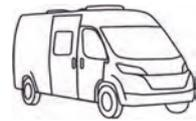

Bild 71 Gaskocher
- Drehregler (Bild 71,1) der gewünschten Brennstelle auf Zündposition (große Flamme) drehen.
- Drucktaster (Bild 71,2) drücken. Am Brenner wird ein Zündfunke erzeugt. Wenn erforderlich, Drucktaster mehrmals drücken.